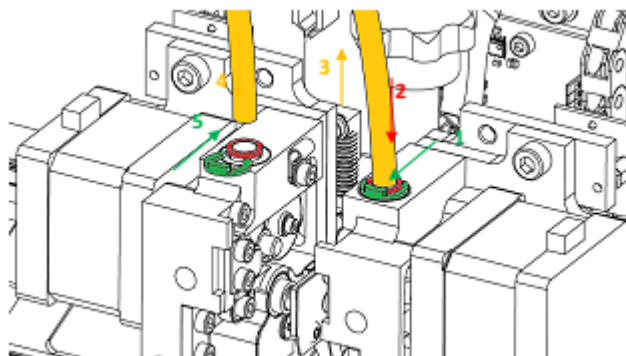

Рис. 71. Демонтаж и монтаж системы подачи материалов
8. Снять С-образный фиксатор (рис. 71, зеленый, шаг 1).
9. Нажать на фиксатор соединителя (рис. 71, красный, шаг 2) и одновременно с этим снять систему подачи материалов с соединителя, потянув ее вверх (рис. 71, оранжевая, шаг 3).
17. В экструдерах T0 и T1 вставить систему подачи материалов обратно в отверстие соединителя до упора - примерно на 2 см (рис. 71, оранжевая, шаг 4), а затем вставить С-образный фиксатор (рис. 71, зеленый, шаг 5).